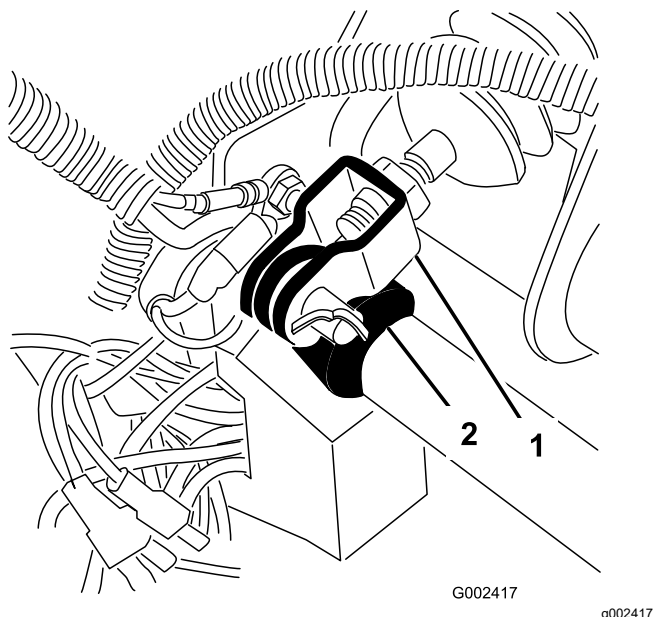

Figure 58
1. Retirez la goupille fendue et l'axe de chape qui fixent la chape du maître-cylindre au pivot de la pédale de frein (Figure 58).